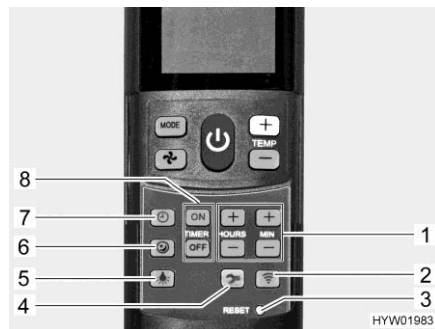

Fig. 227 Telecomando con tasti di impostazione (impianto di climatizzazione)
- Premere il tasto funzionamento silenzioso (Fig. 227,6). Durante il raffreddamento la ventola funzionerà ad un numero di giri inferiore, pertanto risulterà meno rumorosa.
- Premere il tasto ora (Fig. 227,7).
- Impostare le ore e i minuti con i tasti (Fig. 227,1).
- Premere il tasto "ON" (Fig. 227,8).
- Premere i tasti per l'impostazione degli orari (Fig. 227,1) fino a che non è stato raggiunto l'intervallo orario desiderato per l'accensione.
- Premere il tasto "OFF" (Fig. 227,8).
- Premere i tasti per l'impostazione degli orari (Fig. 227,1) fino a che non è stato raggiunto l'intervallo orario desiderato per lo spegnimento.
- Premere di nuovo il tasto "ON" o il tasto "OFF" (Fig. 227,8).
- Premere il tasto luce (Fig. 227,5). La luce viene accesa all'ultimo livello di regolazione impostato.
- Premere e tenere premuto il tasto luce (Fig. 227,5), finché non si raggiunge la luminosità desiderata.
- Premere il tasto luce (Fig. 227,5).
- ▷ Il tasto Setup (Fig. 227,4) permette di collegare il telecomando all'impianto di climatizzazione al omento della prima messa in funzione.